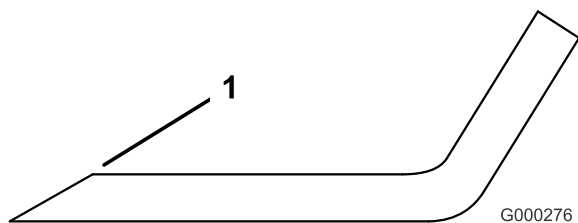

Figura 67
1. Utilice una lima para afilar el filo de corte en ambos extremos de la cuchilla (Figura 67). Mantenga el ángulo original. La cuchilla permanece equilibrada si se retira la misma cantidad de material de ambos bordes de corte.